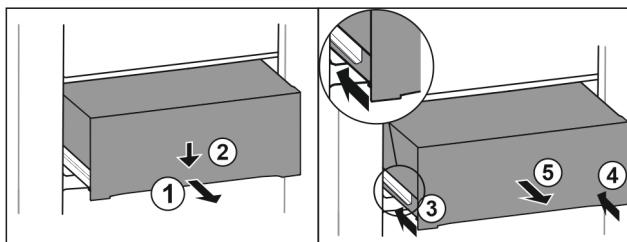

Fig. 145
- Schubfach halb herausziehen. Fig. 145 (1)
- Schubfach an der Vorderseite nach unten drücken. Fig. 145 (2)
- Linke Schiene etwa 2 cm einschieben. Fig. 145 (3)
- Rechte Schiene etwa 2 cm einschieben. Fig. 145 (4)
- Schubfach nach vorne entnehmen. Fig. 145 (5)